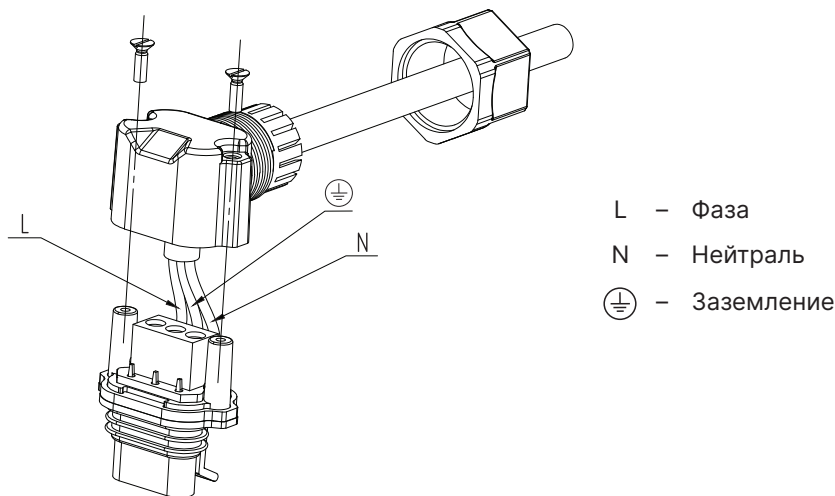

Рис.7 Подключение штекера электропитания
3. Подключите провода кабеля питания к штекеру, как показано на **Рис.7**;